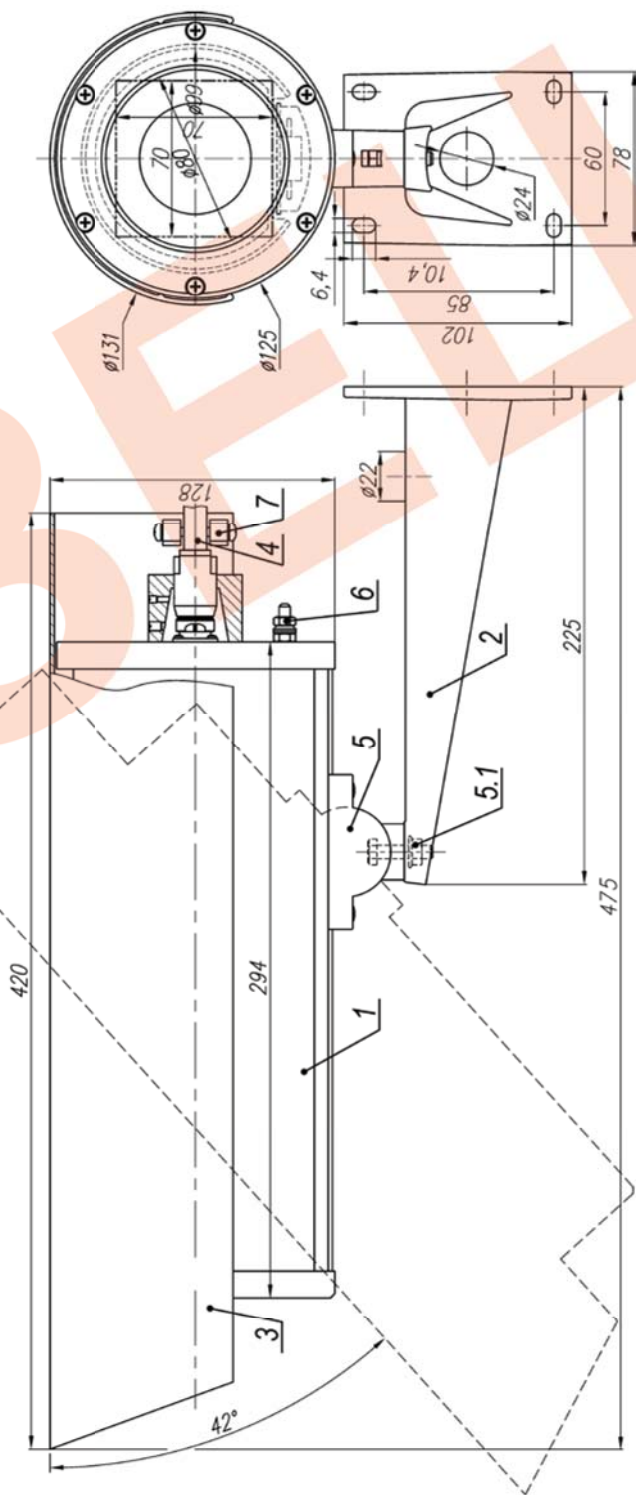

Рис.1 Габаритные и установочные размеры ТВК-82 IP ВБ
2. Ослабив гайку болта фиксации шарнира (поз.5.1 рис.1), установить термокожух на нужное направление обзора, после чего надежно зафиксировать шарнир затянув гайку.
3. Заземлить термокожух с помощью болта заземления (поз.6 рис.1).
Состав изделия: (см. рис.1)